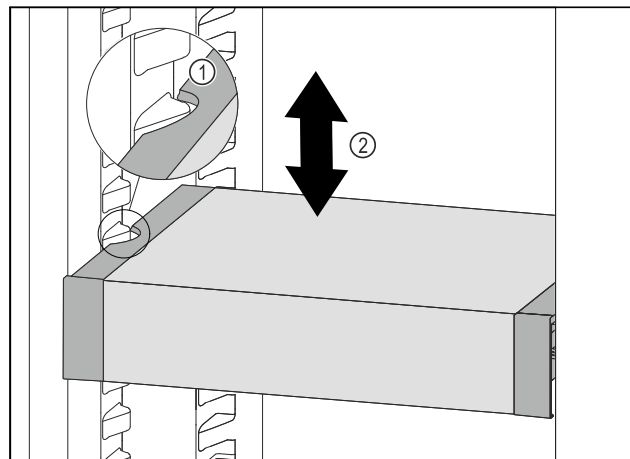

Fig. 123
- ▶ Тяните VarioSafe вперед, пока боковые выемки VarioSafe не окажутся на высоте выступа резервуара в холодильном отделении. *Fig. 123 (1)*
- ▶ Двигайте VarioSafe в холодильном отделении вверх или вниз, пока не будет достигнута требуемая высота. *Fig. 123 (2)*